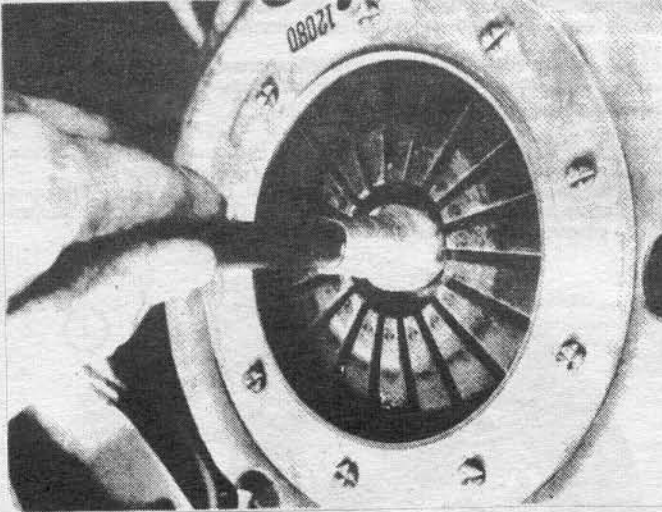

Рис. 5.13 Центровка сцепления по направляющей.
15. Отцентрируйте диск по специальному приспособлению. Затяните болты, работая в порядке крест - накрест. Шаг затяжки должен быть равномерным во избежание перекоса корзины. Окончательное усилие затяжки указано в спецификации. Снимите регулировочное приспособление (см. рис. 5.13).